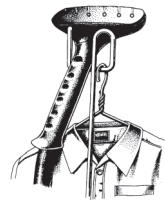

Figura 3
2. Voltee el tanque lleno de agua de la llave o destilada, conecte el aparato a una toma de corriente de voltaje adecuado, coloque el interruptor a la posición de encendido (ON) y en cuestión de minutos tendrá vapor. Nunca remplace el tanque de agua de Jiffy® Steamer con otro.
3. Para una fácil operación, monte la tabla opcional para aplicar vapor Jiffy® en la puerta o en la pared para sostener la ropa mientras aplica vapor (figura #2). Si no cuenta con la tabla opcional Jiffy®, coloque un clavo o tornillo con ojal en el marco de la puerta o en la pared para poder colgar sus prendas ó bien utilice el juego de tubos del vaporizador como se muestra en la figura 3. Toque la tela ligeramente con la boquilla y las arrugas desaparecerán instantáneamente. La combinación de la boquilla y la aplicación directa de vapor son muy importantes. Algunas prendas se pueden vaporizar mejor por dentro. Con